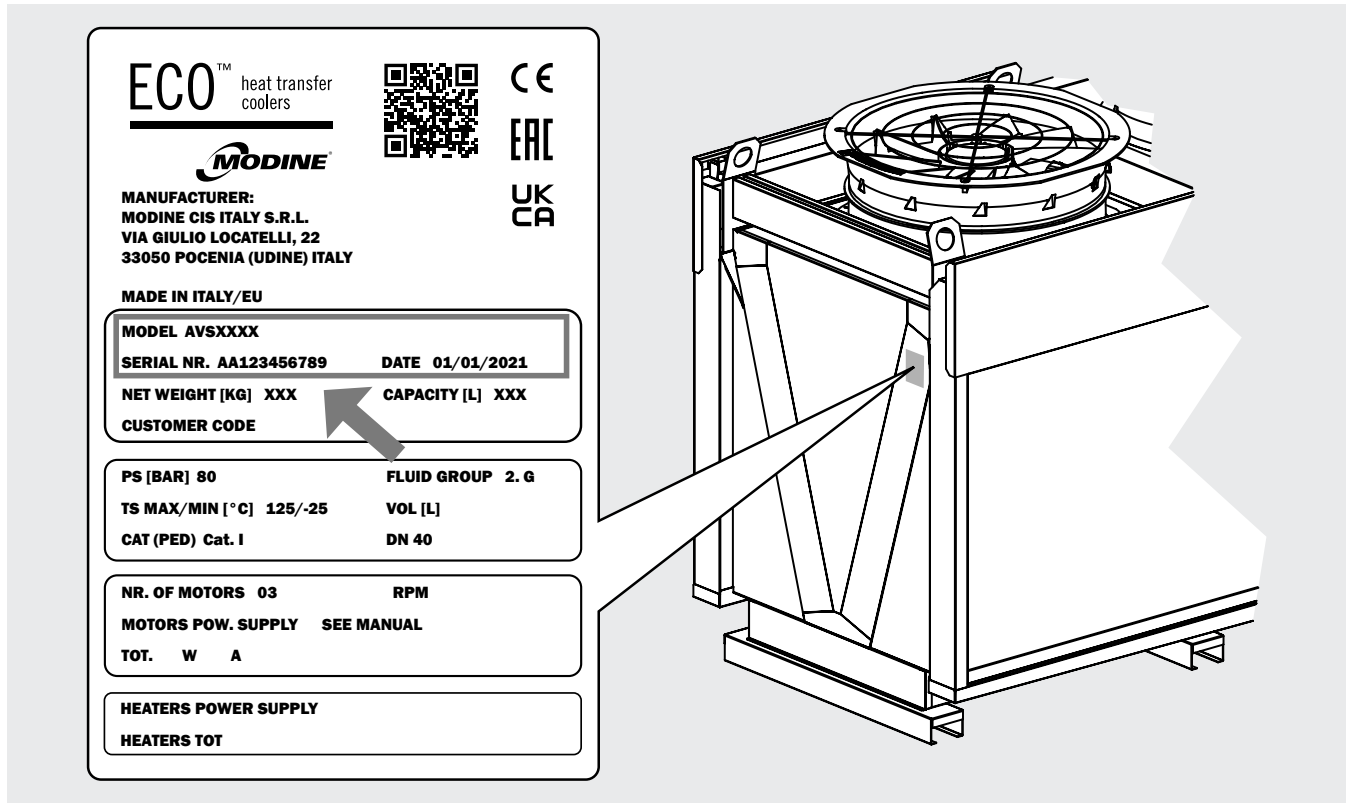

Figure 3
- 3.1 Pour toute communication, demande d'assistance ou de pièces détachées, indiquer le nom du modèle et le numéro de série figurant sur la plaque signalétique, voir la Figure 3: